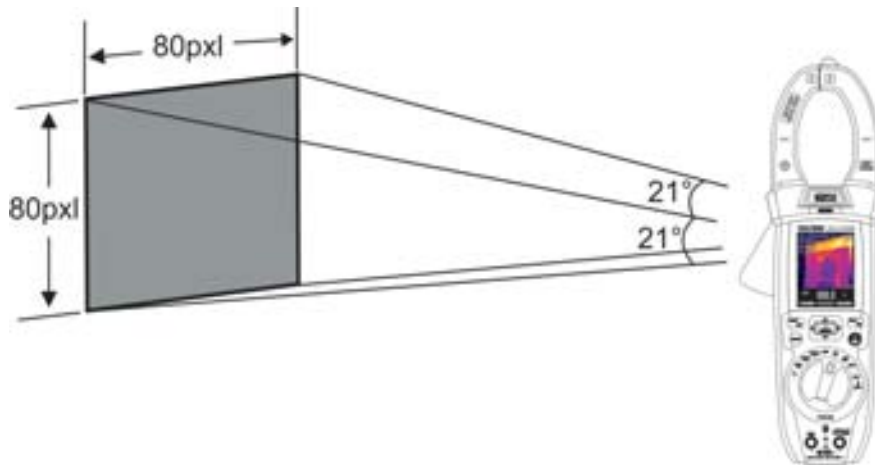

Fig. 43: Rappresentazione del campo visivo (FOV) dello strumento ECLIPSE
7. Per misure accurate di temperatura assicurarsi che la superficie dell'oggetto in prova sia sempre maggiore della superficie effettivamente misurabile dallo strumento espressa dal suo campo visivo (FOV = Field Of View). Lo strumento ECLIPSE ha un campo visivo pari a  $21^\circ \times 21^\circ$  e un vettore di rilevazione di  $80 \times 80$  (6400) pxl come mostrato in Fig. 43